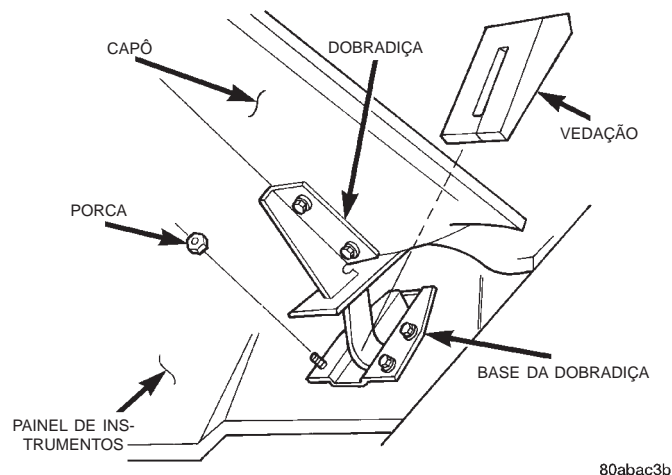

Fig. 4 Dobradiça e Vedação do Capô
(1) Levante o capô e calce-o.
(2) Com lápis de cera ou equivalente, marque a posição do capô.
(3) Remova a vedação da base da dobradiça (Fig. 4).
(4) Remova as porcas de retenção da dobradiça dos prisioneiros.